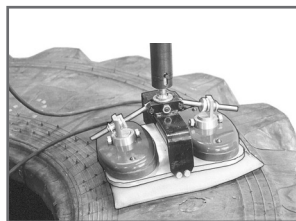

рис. 16
- Наладку и установку вулканизатора на шину произвести так же, как при ремонте беговой дорожки шин (рис. 16 и 17).